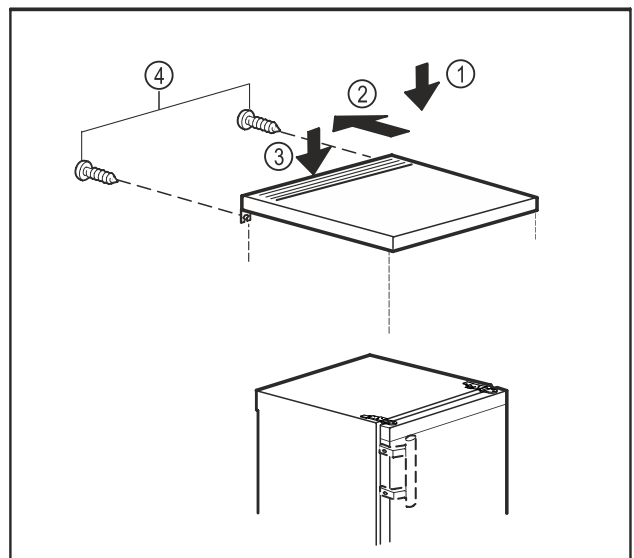

Fig. 6
- Tischplatte auf das Gerät legen. Fig. 6 (1)
- Tischplatte nach hinten schieben. Fig. 6 (2)
- Tischplatte hinten nach unten drücken. Fig. 6 (3)
- Schrauben an der Rückseite festschrauben. Fig. 6 (4)